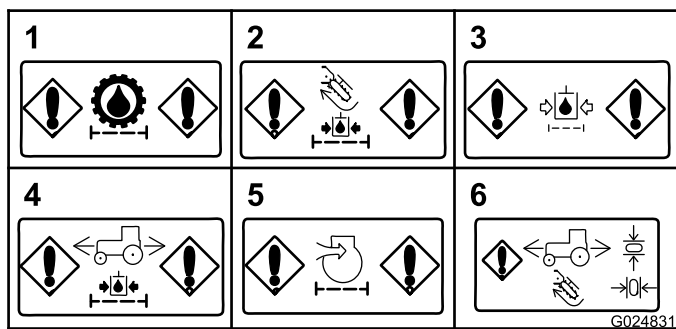

Рисунок 35
- **Засорение фильтра линии нагнетания гидросистемы (трансмиссия)** – Это сообщение появляется при засорении фильтра линии нагнетания гидросистемы для трансмиссии (Рисунок 35).
- **Засорение фильтра линии нагнетания гидросистемы (принадлежности)** – Это сообщение появляется при засорении фильтра линии нагнетания гидросистемы для принадлежностей (Рисунок 35).
- **Засорение фильтра линии возврата гидросистемы** – это сообщение появляется при засорении фильтра линии возврата гидросистемы (Рисунок 35).
- **Засорение фильтра линии нагнетания гидросистемы (тяговый двигатель)** – Это сообщение появляется при засорении фильтра линии нагнетания для тягового двигателя (Рисунок 35).
- **Засорение воздушного фильтра (двигатель)** – Это сообщение появляется, если требуется техобслуживание воздушного фильтра (Рисунок 35).
выполнить операцию, для которой необходимо вернуть джойстик или педаль тяги в положение «Нейтральное». Верните джойстик или педаль тяги в положение «Нейтральное», прежде чем продолжить работу (Рисунок 35).